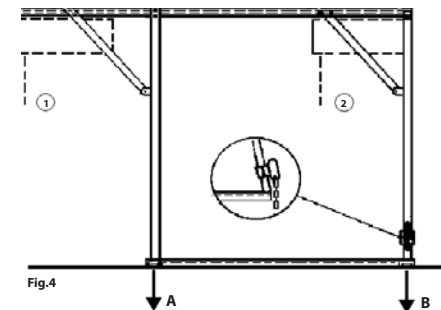

Fig.4
7. Si le client souhaite utiliser le treuil sans lest, il devra ancrer le chevalet au sol, en suivant les indications d'un technicien agréé conformément à la loi. Cette notice fournit les indications nécessaires à ce propos (cf. fig.4). L'ancrage doit s'effectuer avec les 2 crampons tubulaires avec anneau (disponibles en option) à placer à la base des montants du cadre arrière.